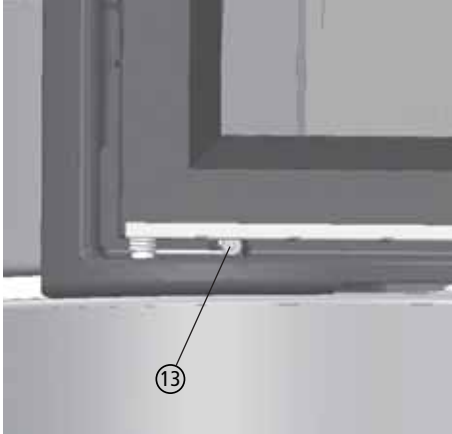
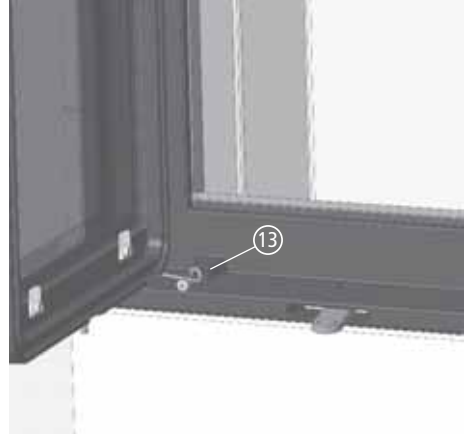

Abb. 3.11 Spannen der Türfeder
Abb. 3.12 Spannen der Türfeder bei CORNA
- ① Die Feuertür öffnen und auf der Scharnierseite ein Stück anheben - bei selbstschließendender Feuertür vorher die Türfeder entspannen, siehe Abb. 3.11 und Abb. 3.12,
- ② Feuertür unten nach vorne aus dem Scharnier heraus schwenken - Feuertür dabei von unten festhalten,
- ③ Feuertür nach unten entnehmen.
Beim Ausbau der Feuertür wird die Türfeder entspannt. Die Feder muss nicht ausgebaut, aber beim Einbau der Feuertür wieder gespannt werden (siehe auch Abb. 3.11 auf Seite 28).